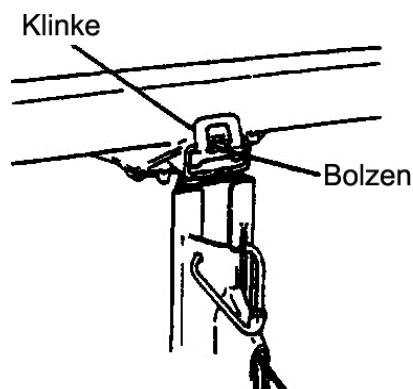

Abb.14
- Lösen Sie die Klinke, um die Gabel zu schwenken (Abb.14).